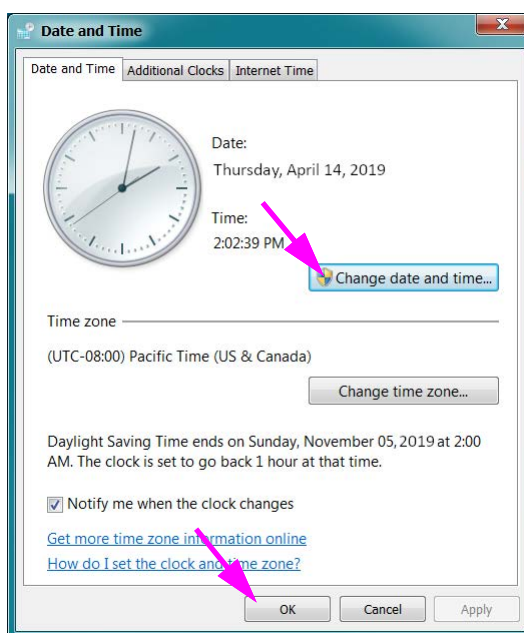

Figure 2-31. Boîte de dialogue Date and Time Properties (Propriétés de la date et de l'heure)
1. Cliquer sur **Control Panel (Panneau de configuration) > Date and Time (Date et heure)**. La boîte de dialogue Date and Time (Date et heure) s'affiche. Voir la Figure 2-31.
4. Cliquer sur **OK** pour revenir à la boîte de dialogue Date and Time (Date et heure). Voir la Figure 2-31.